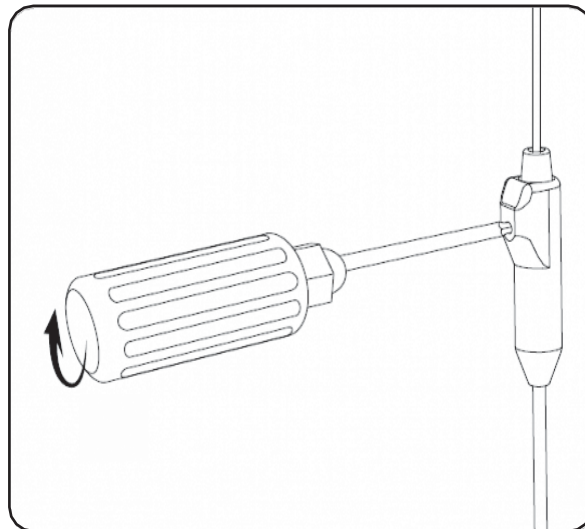

Figura 19: Fije el conjunto de electrodos apretando el tornillo de fijación en sentido horario en el manguito de retención.
5. Inserte por completo la llave dinamométrica en el orificio del bloque conector de la extensión percutánea. Apriete el tornillo de fijación girando la llave dinamométrica en sentido horario hasta que se sienta un clic (Figura 19).